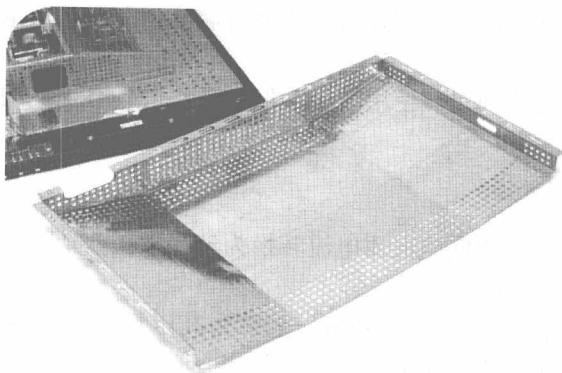

图 15-4 卸下金属屏蔽罩
步骤④ 液晶显示器的金属屏蔽罩有 6 颗螺丝，使用螺丝刀将其一一卸下，然后取下金属屏蔽罩，如图 15-4 所示。